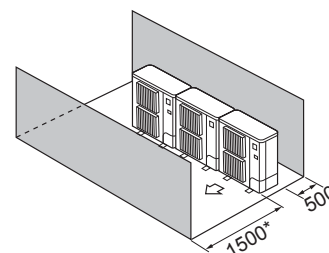

Fig. 2-12
- ④ Εμπόδια στην μπροστινή και την πίσω πλευρά μόνο (Fig. 2-12)